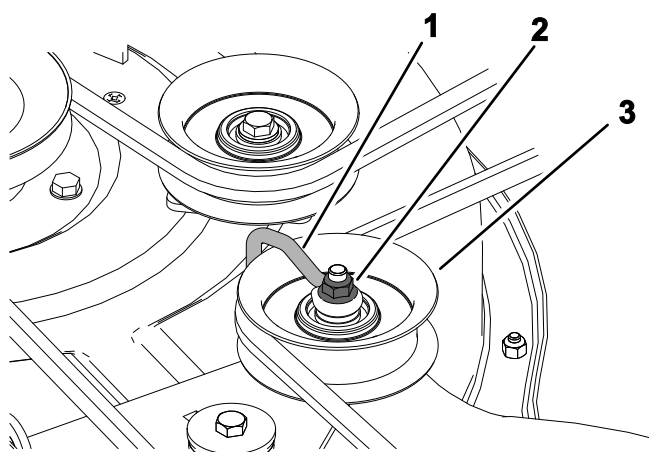

Figure 58
6. Sur les plateaux emboutis, desserrez l'écrou qui fixe le fil métallique à la poulie de tension (Figure 58).
Remarque: Placez le fil métallique contre le bras de la poulie de tension, comme montré à la Figure 58.